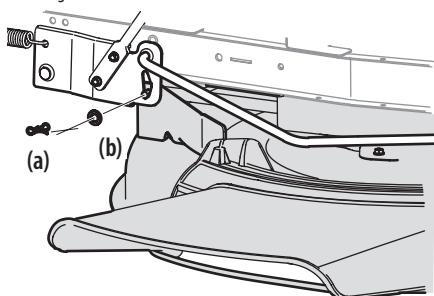

Figura 28
- Extraiga el pasador de chaveta con unión curva (a) y la arandela plana (b) del conjunto de elevación de la plataforma y guárdelo para volver a colocarlo posteriormente. Consulte la Figura 28.